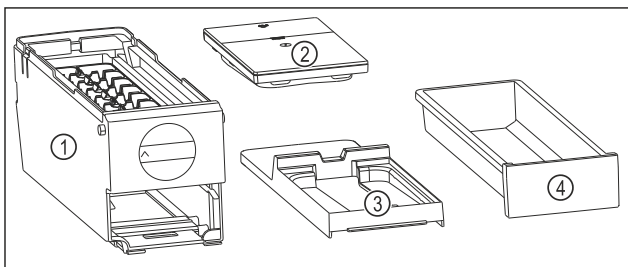

Fig. 123 Az EasyTwist-Ice alkotórészei
- ▶ Az EasyTwist-Ice egység négy darabra van szétszedve. (lásd Fig. 123)
- ▶ Az EasyTwist-Ice egységet csak az ábrázolt alkatrészekre szedje szét. (lásd Fig. 123)
- ▶ Az EasyTwist-Ice testét Fig. 123 (1) egy egységként tisztítsa.